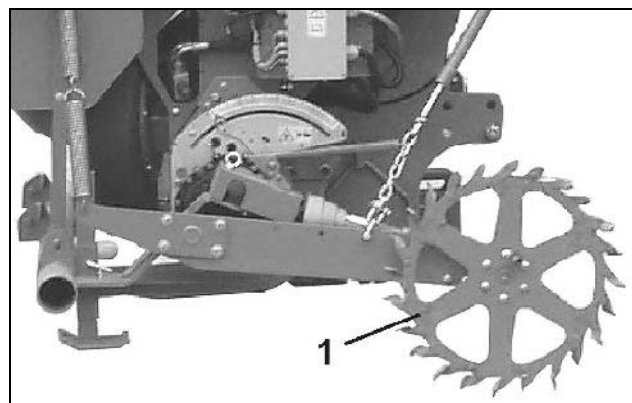

Fig. 25
- Das Spornrad (Fig. 25/1) treibt über das Vario-Getriebe die Dosierwalzen im Saatgut-Dosierer an (nicht bei elektrischer Volldosierung).